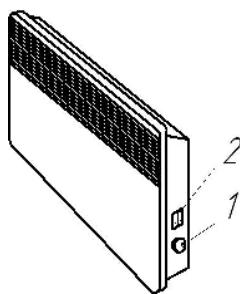

Рис.6 Розміщення органів керування конвекторів (IP20)
4.7 Переведіть клавішу вимикача (клавіші ступінчастого регулятора потужності) у відключене положення «0», ручку термостата встановіть в положення «*» (сполучіть знак «*» на ручці з міткою на корпусі конвектора або блоку керування). Конвектор готовий до роботи (розташування органів керування конвектором наведене на рис. 6, 7).